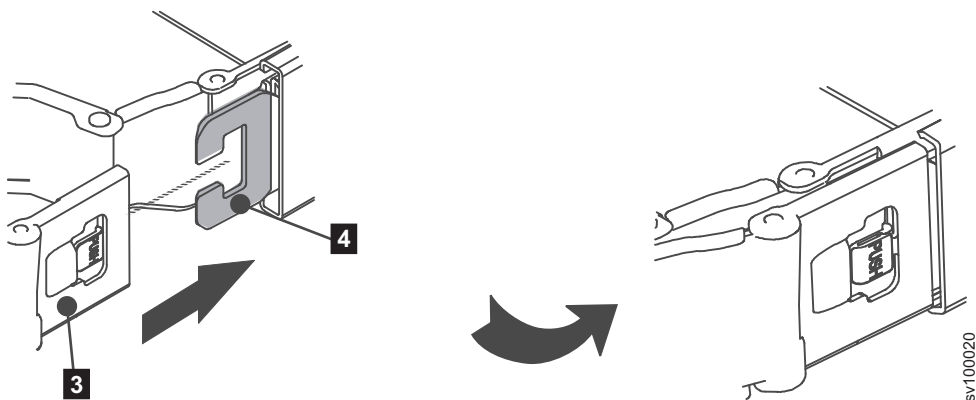

Figura 18. Instale o membro externo
3. Instale o conector externo do suporte para organização de cabos (3) na base do conector do suporte para organização de cabos no membro externo (4). Consulte Figura 18.